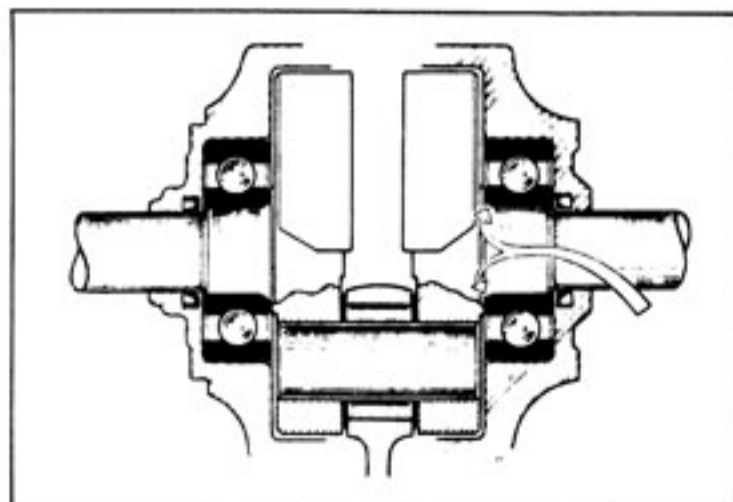

FIG. 43
- Introduire la lame d'acier réf. 1487 entre les deux masses de vilebrequin (A).
- ★ *Insert the steel blade, P.N. 1487 between the two crankshaft weights (A).*
- Engager le roulement sur la soie de vilebrequin le grand chanfrein côté masse (Fig. 43).
- ★ *Insert bearing on crankshaft with larger chamfer toward crankshaft weight (Fig. 43).*